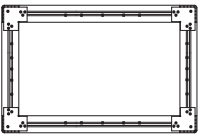

图6
- 检查框架连接有无缝隙，适当调整后锁紧螺丝，完成框架的安装（见图6）。